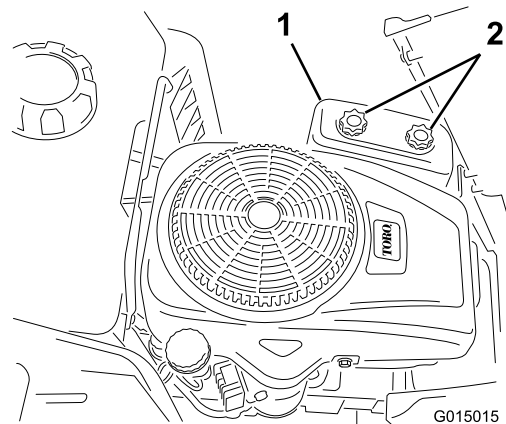

Figura 27
4. Remova a cobertura do filtro de ar desparafusando os 2 botões (Figura 27).
3. Coloque a cobertura do filtro de ar e aperte os dois botões (Figura 27).